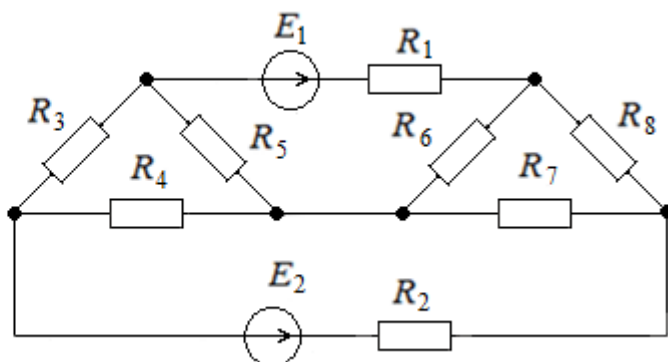

Рис. 127
60. Методом эквивалентного генератора определить ток в резисторе R_1 электрической цепи (рис. 127), если $E_1 = 27 \text{ В}$; $E_2 = 40 \text{ В}$; $R_1 = 5,6 \text{ В}$; $R_2 = 12 \text{ Ом}$; $R_3 = R_6 = R_7 = R_8 = 30 \text{ Ом}$; $R_4 = R_5 = 10 \text{ Ом}$.